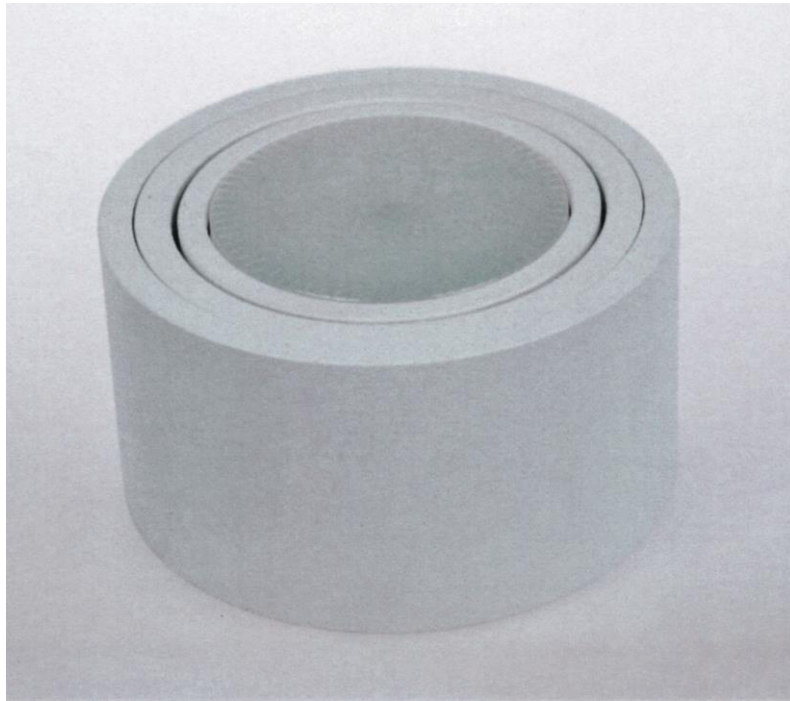

Fig. 1
- fig. 1 przedstawia lampę u odmianie I w perspektywicznym widoku od góry z regulowanymi pierścieniami i szybką,